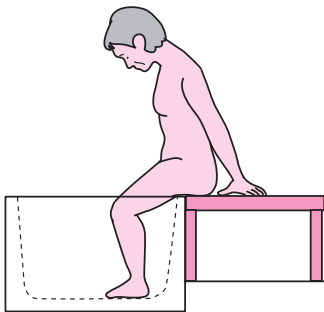

図 7-23 移乗台への着座では足引きスペースが無いことなどにより、浅い座り方になってしまう
② 本人の条件
- 特に浴槽内から移乗台に着座した際に、両腕のプッシュアップや手すりなどを利用して、臀部の位置をより深い着座位置に修正できることが必要です。これは、着座する際に足を引くスペースがないことなどが理由で浅めの臀部位置にならざるを得ず、その位置を修正せずに脚を外に出そうとして身体の方角転換を行おうとすると、臀部が台からはみ出し安定した動作が困難になるためです。（図 7-23）